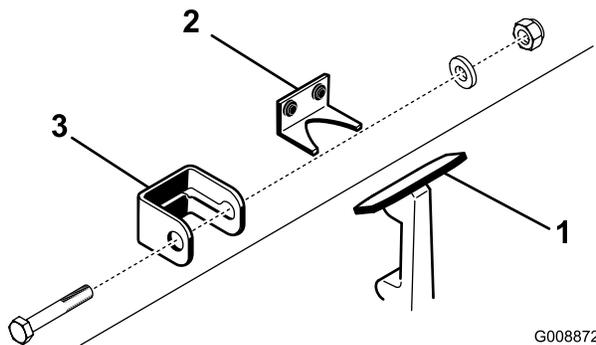

Figura 6
1. Sganciate il fermaglio del cofano dalla staffa (Figura 6).
2. Collocate la staffa di chiusura del cofano sul fermaglio (Figura 6).
3. Agganciate il fermaglio sulla relativa staffa (Figura 6).
4. Inserite un bullone (6 x 38 mm) attraverso la staffa di chiusura del cofano e fissatelo con una rondella piana e un dado di bloccaggio (Figura 6).